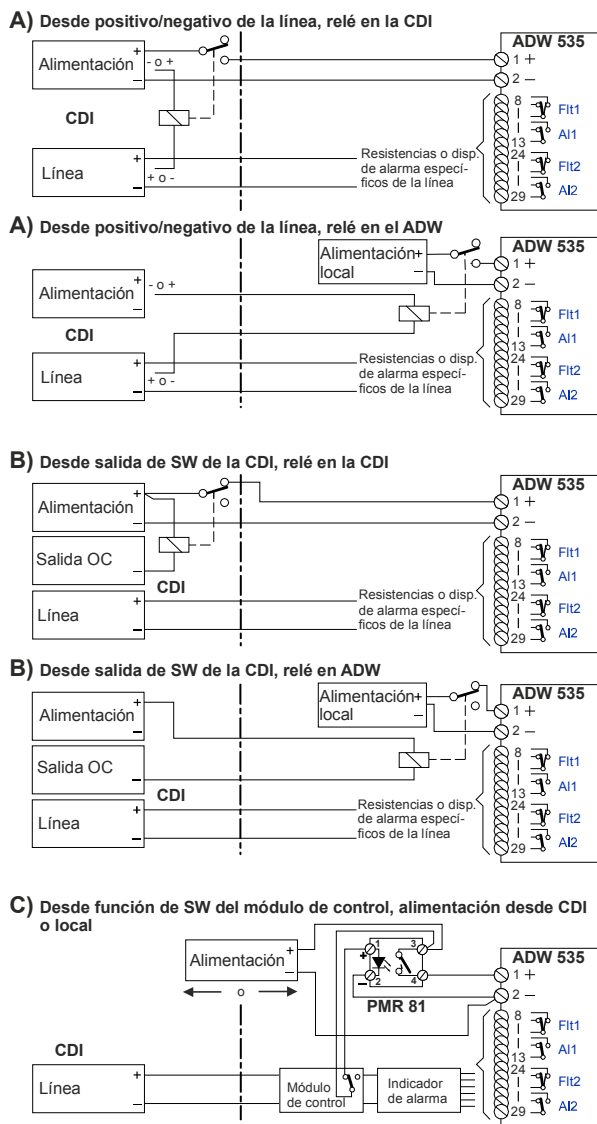

Fig. 24 Control a través de la alimentación con relés
La activación del relé auxiliar se puede realizar de las siguientes maneras (véase Fig. 24):
- Al aplicar la tensión de alimentación, los elementos de protección CEM instalados en la entrada del sistema electrónico del ADW provocan un pico de corriente momentáneo (5 A/1 ms). Si se utilizan relés auxiliares con una carga de contacto máxima de 1 A, esto puede provocar que el contacto de los relés quede pegado. Por ello deberán utilizarse **principalmente** relés auxiliares con una carga de contacto **superior a 1 A**, como los relés semiconductores PMR 81 (véase la Fig. 24 C)).